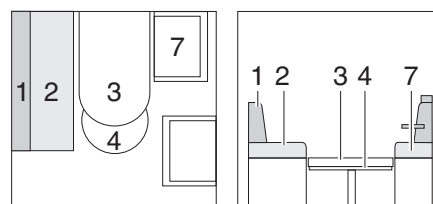

Fig. 62 Durante la trasformazione (letto extra)
- Ruotare il sedile del conducente di 90° (Fig. 62,7) e spostarlo completamente in avanti.
- Allungare il tavolo (Fig. 62,3) e trasformare il tavolo in struttura di supporto letto (vedi paragrafo 7.8).
- Ribaltare il cuscino dello schienale (Fig. 62,1).